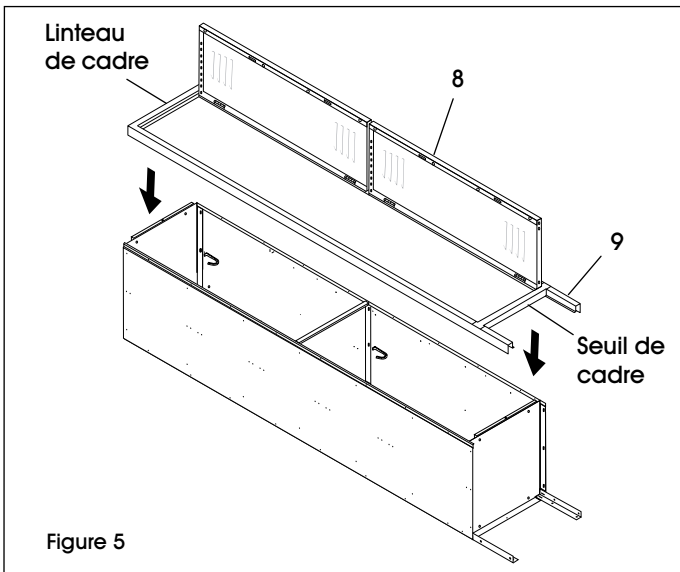

Figure 5
7. Placez la porte et le cadre (8 et 9) sur le corps du casier. Fixez le dessus au linteau de cadre et le fond au seuil du cadre (un boulon chacun). Terminez en fixant la porte et le cadre aux côtés du corps du casier. (Voir Figure 5) Si vous raccordez une unité de trois éléments à une autre unité connexe, passez à la section **JOINDRE DES UNITÉS** ci-dessous.